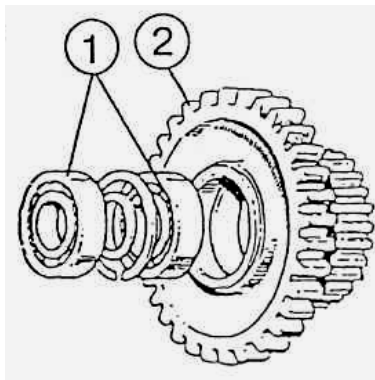

Рисунок 5.58
- 4.11) выпрессуйте из шестерни (2) (**рисунок 5.58**) подшипники (1);